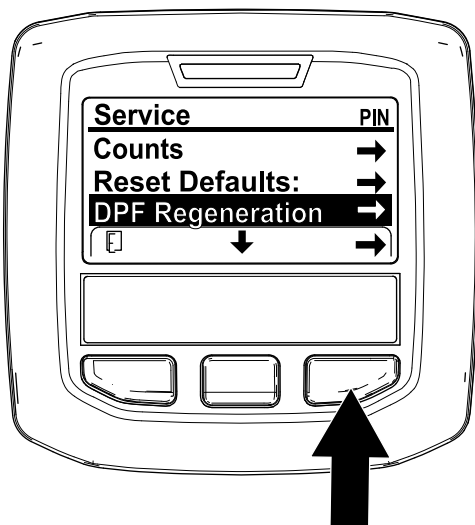

Figura 23
1. Acceda al menú Service (Servicio), pulse el botón central para desplazarse hacia abajo, hasta la opción DPF REGENERATION (Regeneración de DPF) (Figura 23).
2. Pulse el botón derecho para seleccionar la opción DPF Regeneration (Regeneración de DPF) (Figura 23).